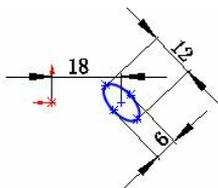

图 1.4.5 要阵列的草图实体
(1) 选择阵列中心。以默认的草图原点为阵列中心。
(2) 设置阵列参数。在 **参数(P)** 区域中 **A1** 后的文本框中输入阵列角度值 360.0，在 **要阵列的数量** 后的文本框中输入阵列草图实体数值 5，选中 **等间距(S)** 复选框，取消选中 **标注半径**、 **标注角间距(A)** 复选框。
Step4. 选取要阵列的实体。单击激活 **要阵列的实体(E)** 区域的选择区域，选择图 1.4.5 所